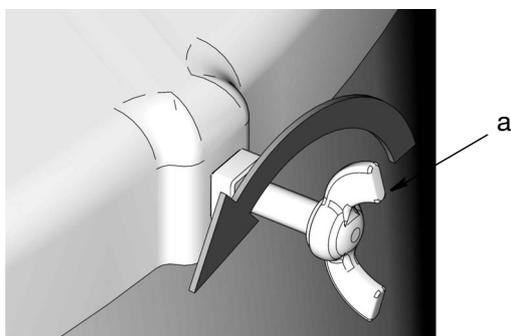

FIG. 5
2. Afloje los tornillos de mariposa (a) para retirar la cubierta del bidón (FIG. 5).